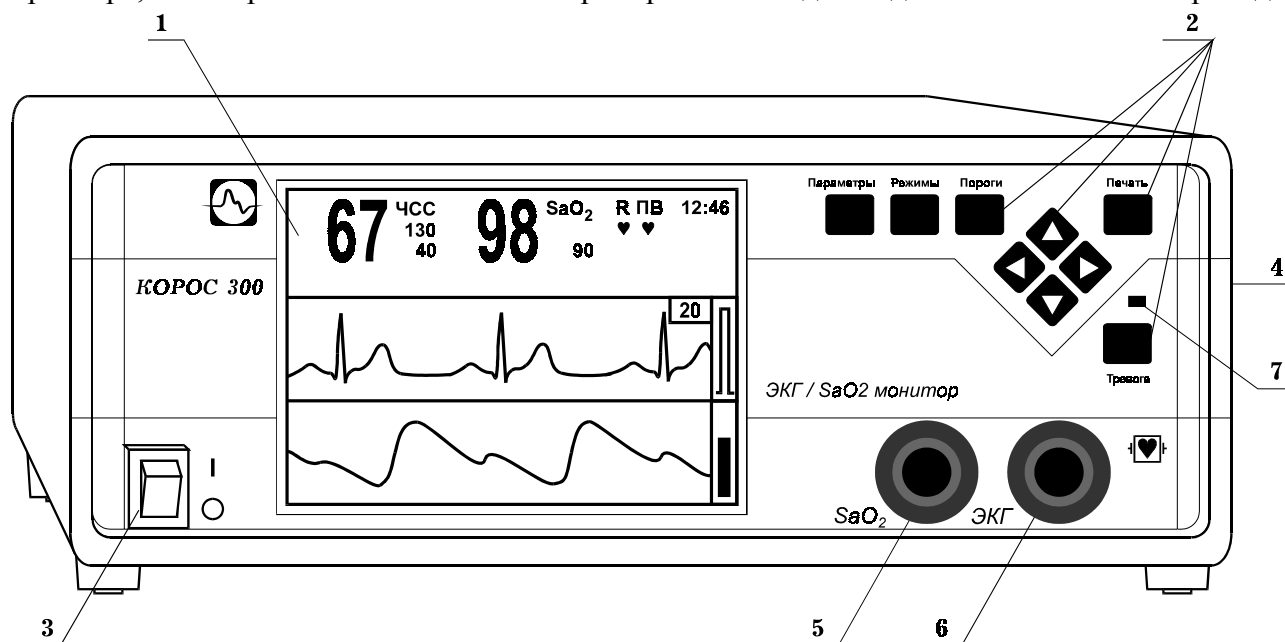

Рис. 2
На передней панели прибора расположены (рис. 2):
9.1 Для включения питания прибора нажать кнопку “Сеть” (поз. 3 рис. 2) на передней панели.
9.2 Вращением регулятора поз. 4 (рис. 2) установить оптимальную контрастность и яркость дисплея.